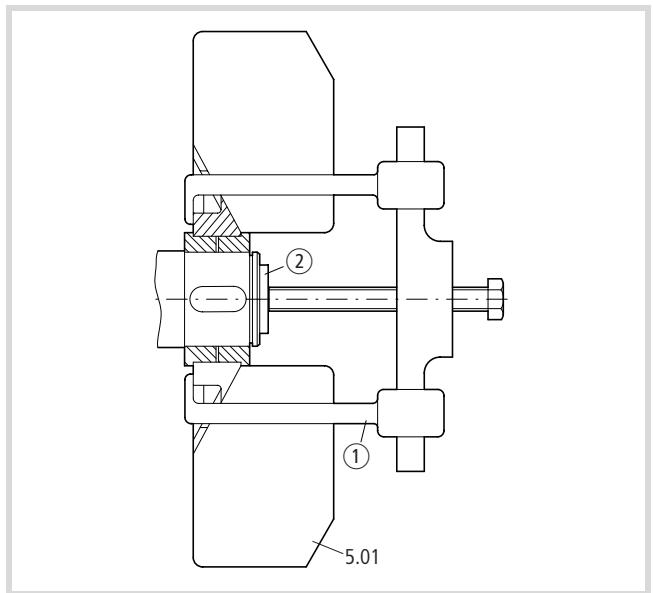

Abbildung 4: Lüfter (5.01) abziehen
- Ziehen Sie den Lüfter (5.01) mit der Abziehvorrichtung (1) von der Welle ab. Kleine Lüfter ziehen Sie mit der Hand ab (→ Abb. 4).